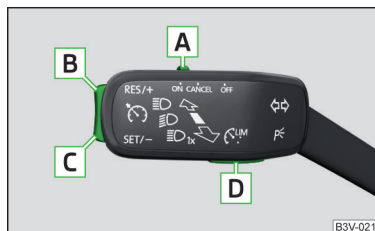

Fig. 188 Elementele de comandă ale sistemului de menținere automată a vitezei de deplasare
Prezentare generală a elementelor de comandă ale GRA » fig. 188
- ▶ Prin acționarea tastei **D** » fig. 188.
- Prin acționarea tastei **[D]** > fig. 188 în timpul menținerii, aceasta se întrerupe și se activează limitarea vitezei.